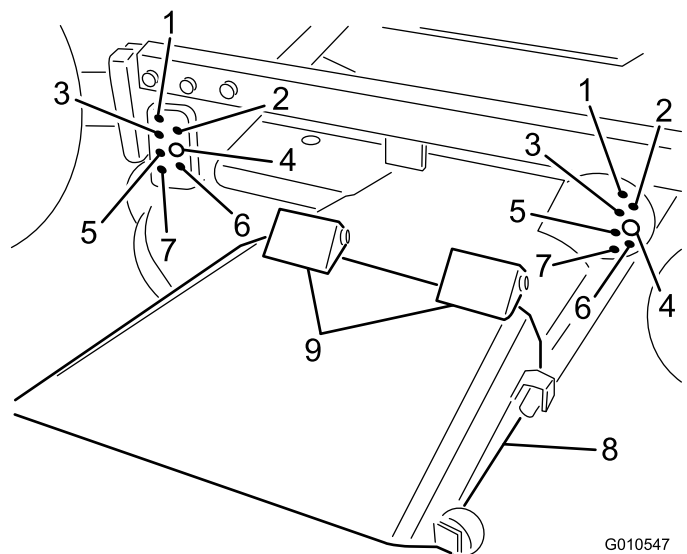

Bild 9
- Senken Sie den Trägerrahmen ab und stecken die vier Lastösenbolzen durch die entsprechenden Löcher in der Schnitthöhenhalterung und den Rahmenhalterungen. Befestigen Sie alle vier Stifte mit Splints (Bild 9).